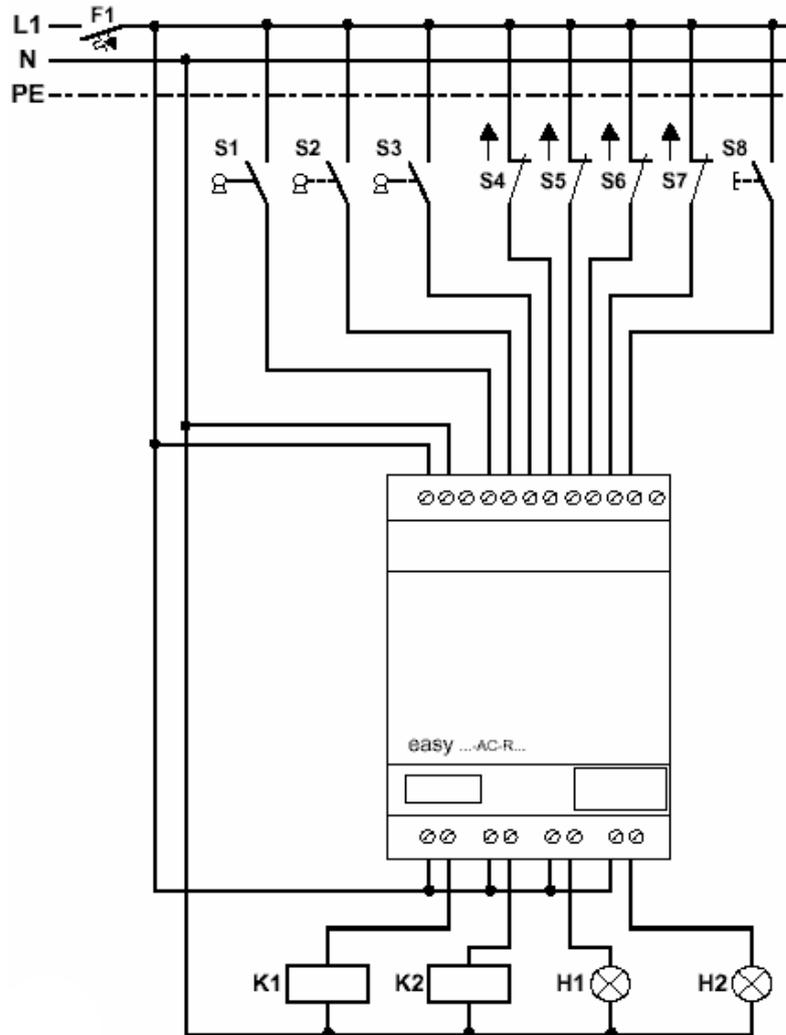

Рисунок 118 – Электрическая схема управление въезда/выезда, а также освещением в подземным гаражом
- Ознакомится со схемой управления подземными гаражами/стоянками, (рисунок 118)